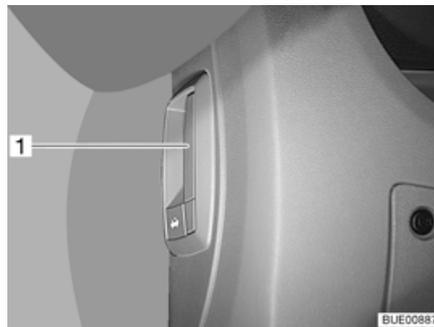

Bild 39 Entriegelungshebel Motorhaube (im Fahrzeug)
- Öffnen: ■ Den Hebel (Bild 39,1) links unter oder seitlich neben dem Armaturenbrett ziehen.